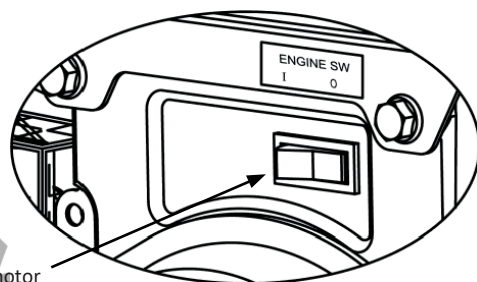

Fig. 4
**Întreprătorul motorului (Fig. 4)**
3. Treceți întrerupătorul motorului în poziția "I / ON". (A se vedea pagina 55, fig. 4)
Pentru a opri motorul în caz de urgență, puneți întrerupătorul motorului în poziția "O". (A se vedea pagina 55, fig. 4)
2. Treceți întrerupătorul motorului în poziția "O/STOP". (A se vedea pagina 55, fig. 4)